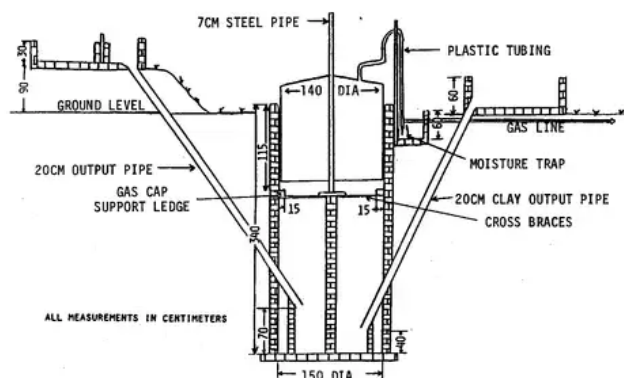

Figure 3. 3-Cubic-Meter Gas Digester
- * Abbia una fine del contributo che suona il piffero 90cm sopra di livello macinato e la fine 70cm altra sopra del fondo della buca (veda Figure 3).